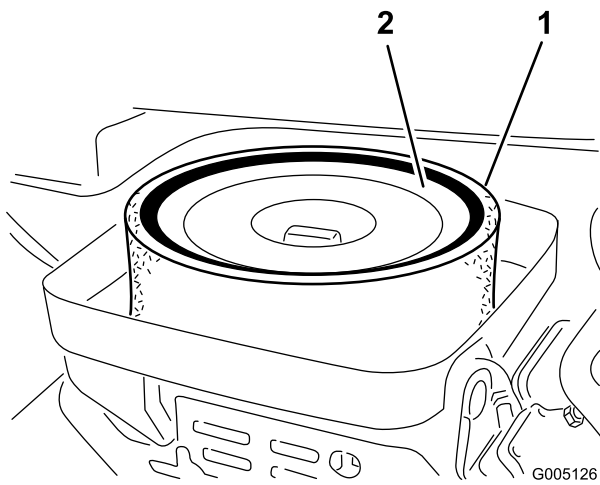

Figura 41
4. Si el elemento de espuma está sucio, sepárelo del elemento de papel (Figura 41). Límpielo a fondo, de la manera siguiente: